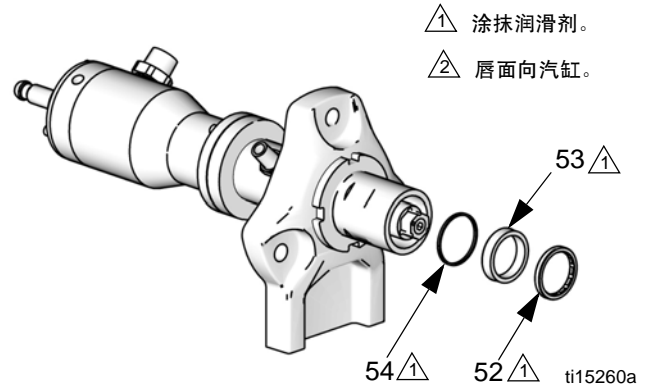

图 13. U 形杯活塞密封件
7. **U 形杯型号：**卸下轴承（52）、U 形杯（53）和垫圈（54）。参见图 13，第 15 页。